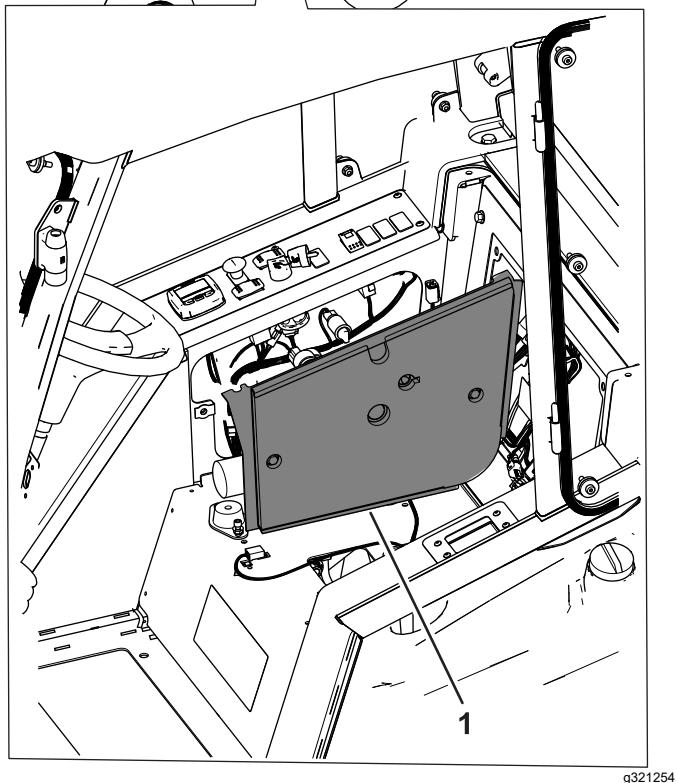
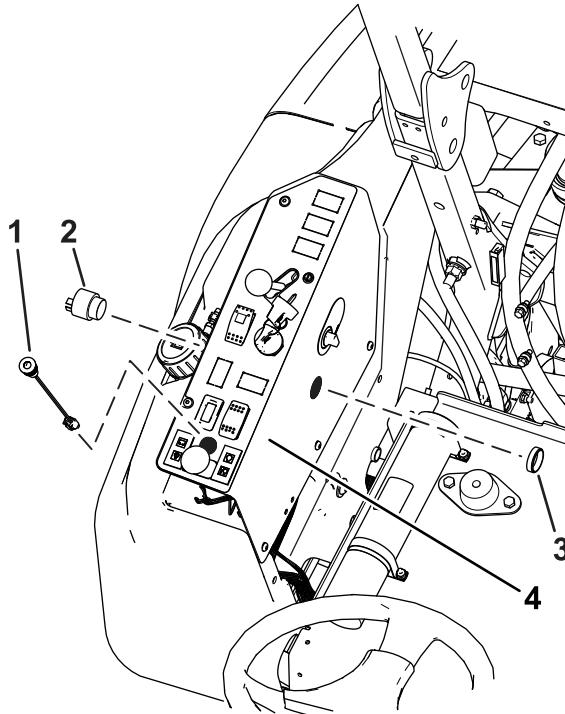

Рисунок 6
Рисунок 7
7. Снимите панель управления на консоли или ослабьте и поднимите панель управления (Рисунок 6 или Рисунок 7).
9. Установите звуковой сигнал (Рисунок 7).
11. Установите световой индикатор с верхней части консоли (Рисунок 7).
6. Установите панель управления на консоль (для машин с кабинами) или установите панель управления (для машин с защитной дугой) (Рисунок 6 или Рисунок 7).